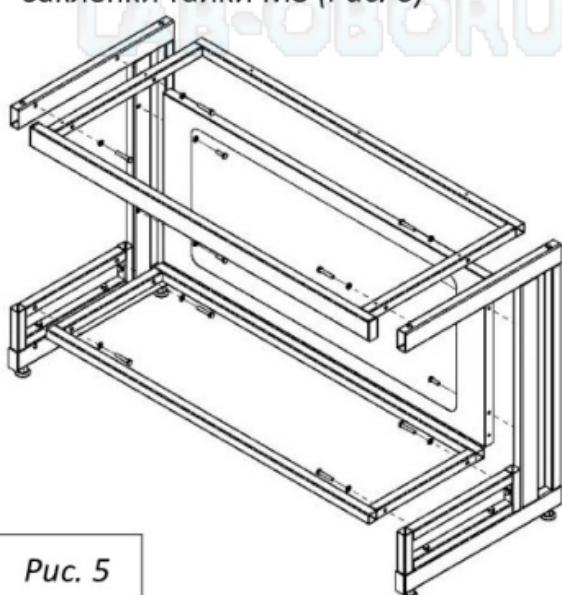

Рис. 5
6. Если предполагается установка низких тумб, установите раму для низких тумб, используя болты M8x45, шайбы 8 и предусмотренные в боковых рамках заклёпки-гайки M8 (Рис. 5)